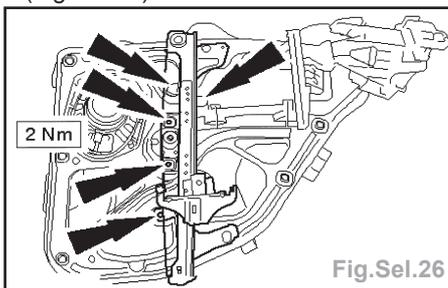

Fig.Sel.26
- Déposer le lève-vitre de porte arrière (Fig.Sel.26).